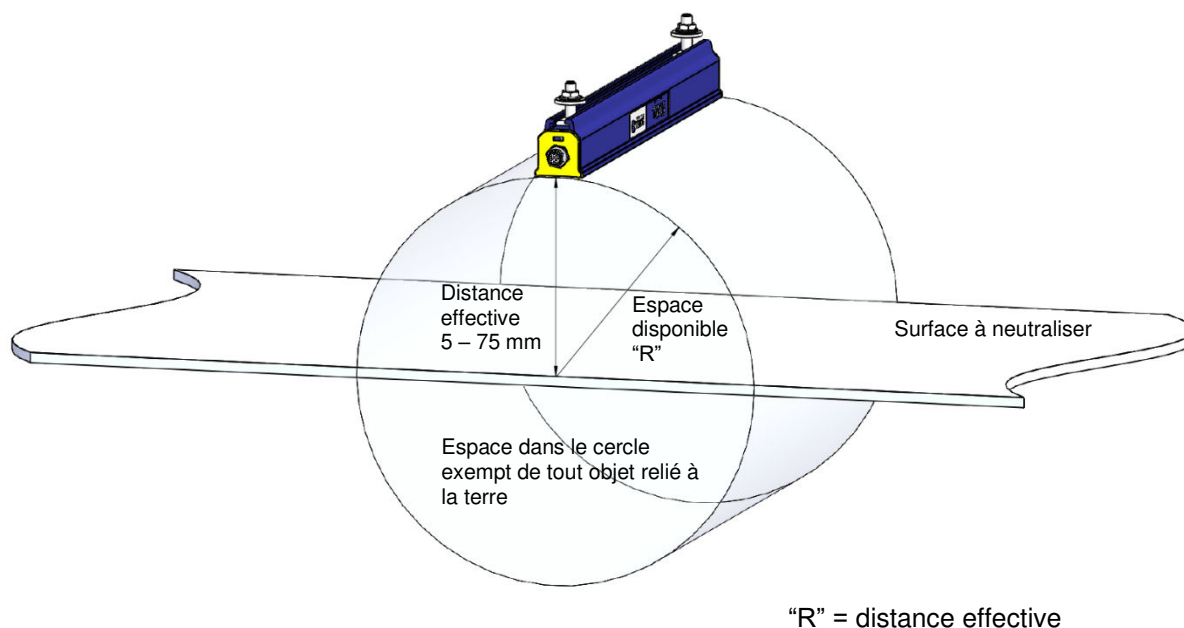

Figure 3 : Position optimale de la Vicinion
- **Pour un résultat optimal, la barre ionisante doit être installée conformément à la Figure 3.**